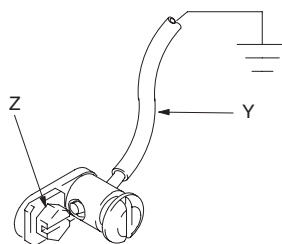

FIG. 1
Насос: используйте провод заземления и зажим, как показано на FIG. 1.
Заземление насоса: снимите винт заземления (Z) и вставьте в проушину кольцевого зажима на конце провода заземления (Y). Опять вкрутите винт заземления в насос и надежно затяните его. Другой конец провода заземления следует соединить с грунтовым заземлением. См. FIG. 1. Для заказа провода заземления и зажима закажите деталь № 222011.